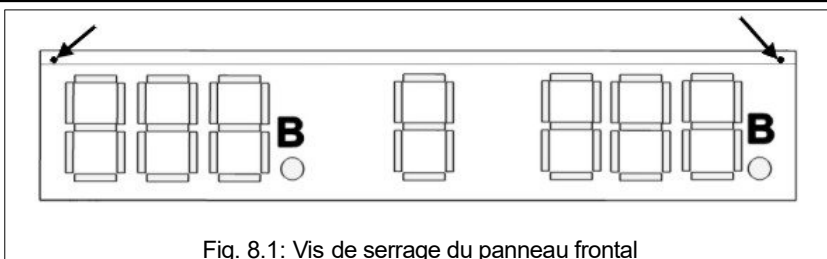

Fig. 8.1: Vis de serrage du panneau frontal
2. Avec un tournevis cruciforme, dévissez les deux vis de serrage du panneau frontal transparent sur le module où est installée la carte à remplacer (Fig. 8.1, Fig. 8.2-1).